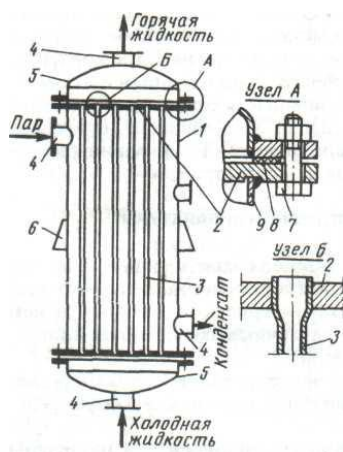

Рис. 1. Схема вертикального одноходового кожухотрубного теплообменника с неподвижными трубными решетками и размещение труб в трубной решетке:
Кожухотрубный вертикальный одноходовой теплообменник с неподвижными трубными решетками (рис. 1,а) состоит из цилиндрического корпуса (1), который с двух сторон ограничен приваренными к нему трубными решетками (2) с закрепленными в них греющими трубами (3). Пучок труб делит весь объем корпуса теплообменника на трубное пространство, заключенное внутри греющих труб, и межтрубное. К корпусу прикреплены с помощью болтового соединения два днища (5). Для ввода и вывода теплоносителей корпус и днища имеют патрубки (4). Один поток теплоносителя, например жидкость, направляется в трубное пространство, проходит по трубкам и выходит из теплообменника через патрубок в верхнем днище. Другой поток теплоносителя, например пар, вводится в межтрубное пространство теплообменника, омывает снаружи греющие трубы и выводится из корпуса теплообменника через патрубок.